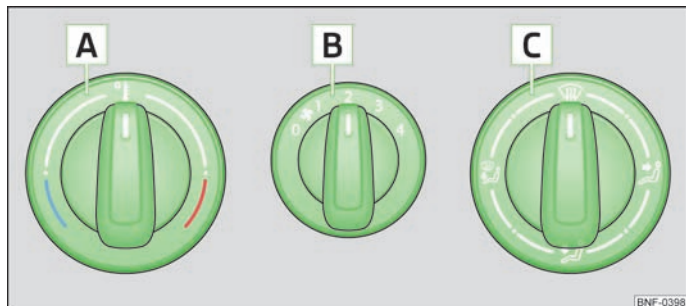

Fig. 58 Chauffage : organes de commande
- Faites tourner le sélecteur [A] » fig. 58 vers la droite pour augmenter la température.
- Faites tourner le bouton de commande de soufflante [B] » fig. 58 sur l'une des positions 1 à 4 pour mettre la soufflante en marche.
- Le bouton de régulation de la répartition de l'air [C] » fig. 58 permet de diriger le flux d'air » page 56, Diffuseurs d'air.
- Organes de commande **A**, **B**, **C** » fig. 58.